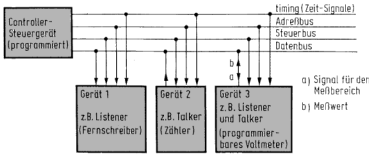

Bild 18. Anschluß von Controller und Peripheriegeräten an das IEC-Bus-System [17]
- control unit** – Leitwerk, Leitstation, Steuergerät. In einem Bus-System z. B. hat das Steuergerät die Aufgabe die einzelnen an den Bus angeschlossenen Geräte nacheinander aufzurufen und dem Aufgerufenen eine Aktion vorzuschreiben. Dazu ist das Steuergerät entsprechend programmiert. – Eine Einheit, die die Ausführung der Programmbeefehle steuert, sie entschlüsselt und die für die Ausführung notwendigen digitalen Signale abgibt (Bild 18) [15, 17, 19].